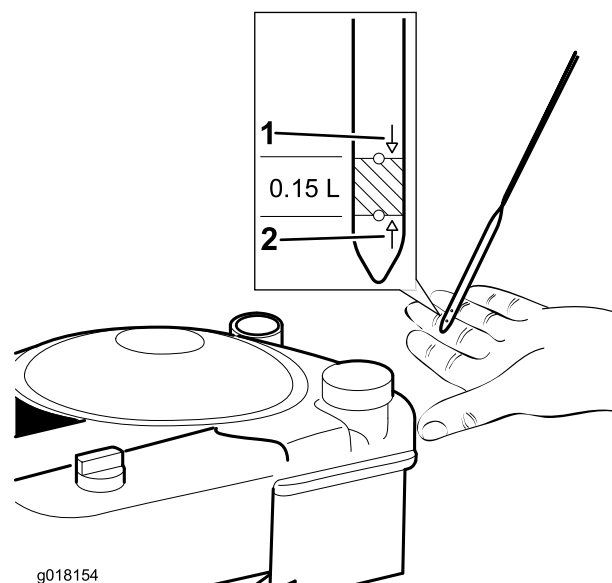

Figure 18
2. Retirez la jauge et essuyez-la sur un chiffon propre (Figure 18).
4. Versez **lentement** l'huile dans l'orifice de remplissage, patientez 3 minutes puis vérifiez le niveau d'huile moteur sur la jauge en essuyant cette dernière sur un chiffon propre et en l'insérant dans le tube (Figure 18). 0,59 l (20 onces), type : huile détergente SAE 30 de classe de service API SF, SG, SH, SJ, SL ou supérieure).
5. Versez de l'huile dans le carter moteur jusqu'à ce que la jauge indique le niveau correct, comme illustré à la Figure 18. Si vous remplissez excessivement le carter moteur, vidangez l'excédent d'huile.